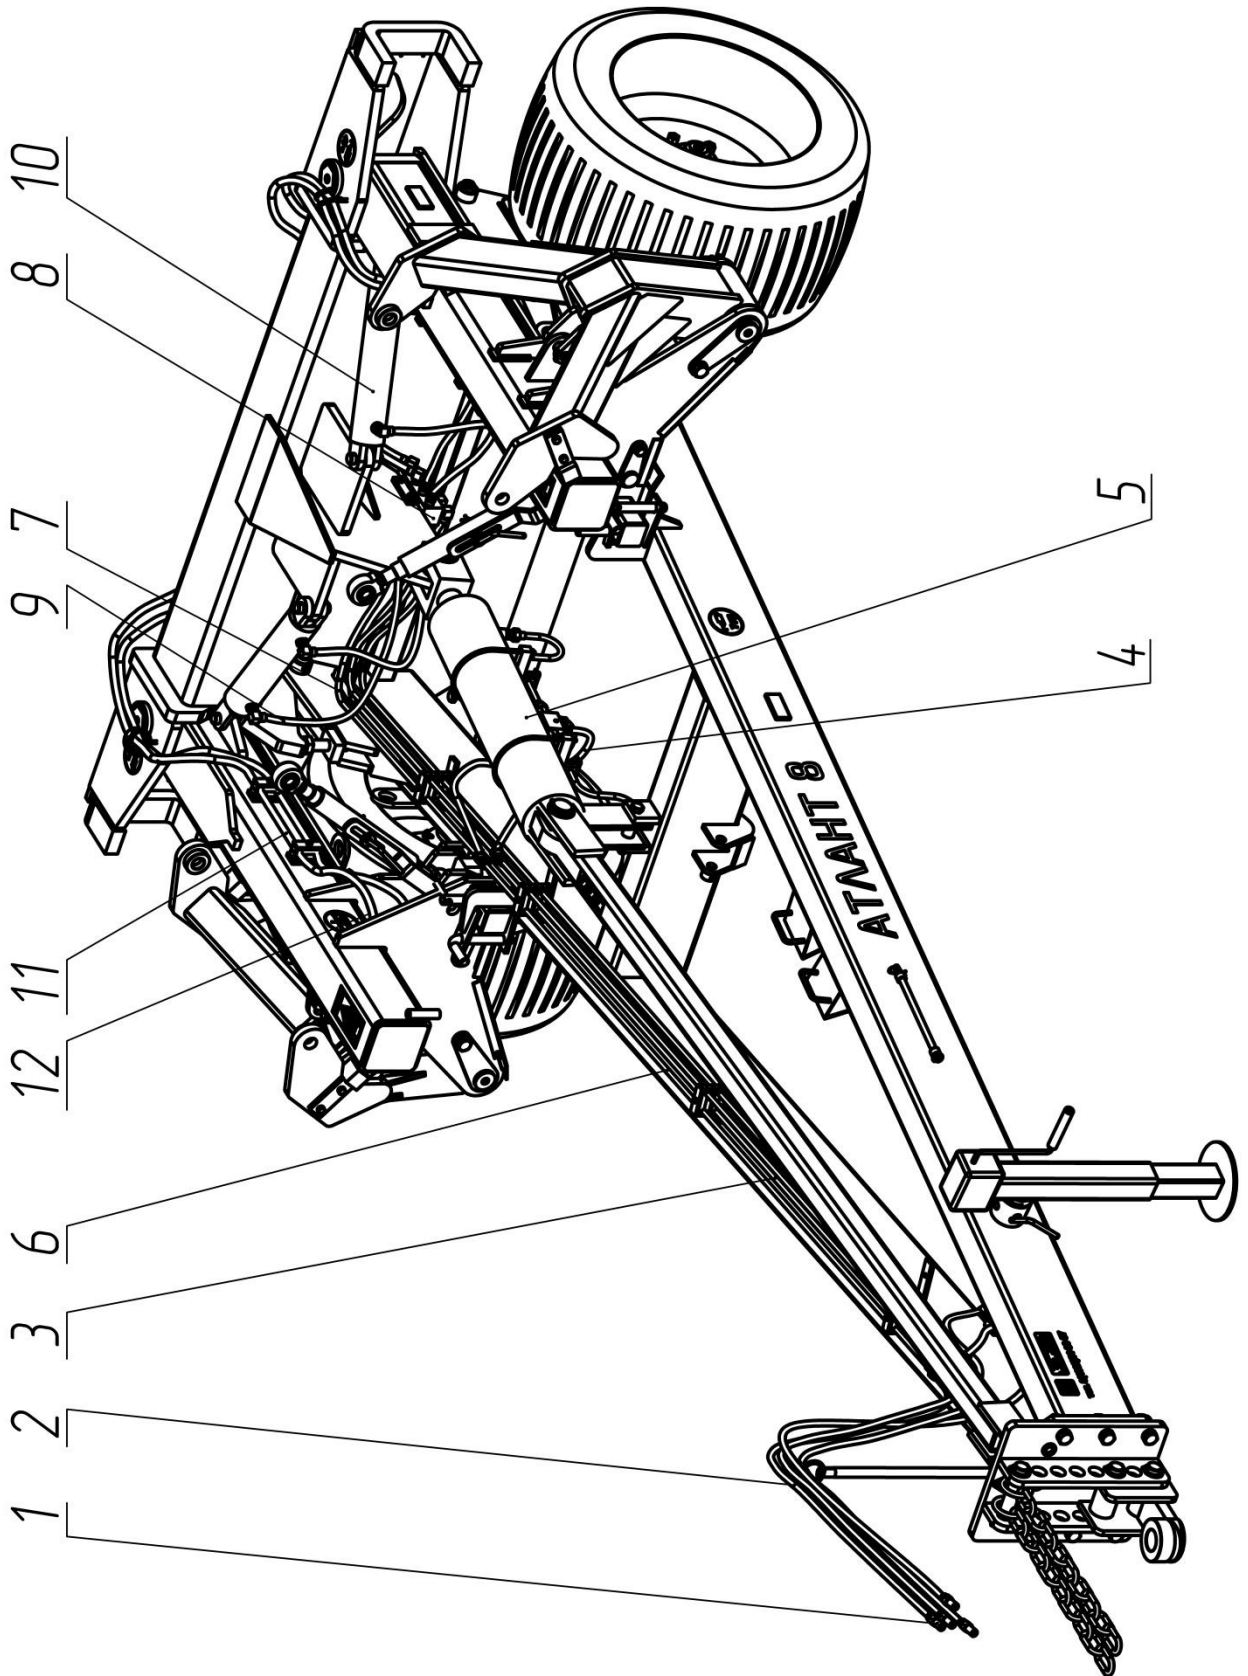

Рисунок 3 – Гидрооборудование
2.4 Устройство и работа гидросистемы СНК (рисунок 3).
3.2.2 С помощью разрывных муфт 1 (рисунок 3) соединить гидросистему трактора с гидросистемой СНК. Прокачать гидросистему.